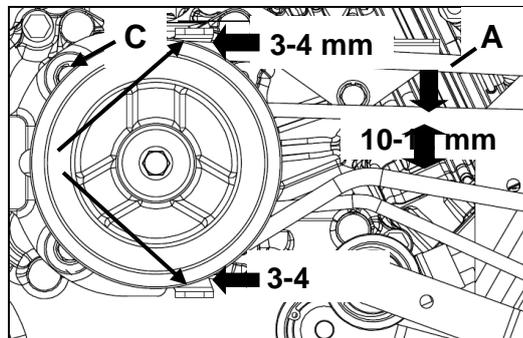

Figura 22
- Premere la cinghia con un dito sul punto (A, Figura 22); la cinghia deve spostarsi di 10-12 mm. Se la cinghia non si muove di conseguenza, regolare nuovamente il tensionamento.
- Controllare che i guidecinghia (B, Figura 22) si trovino a 3-4 mm dalla cinghia di serraggio.
- Se necessario, registrare i guidecinghia come segue : allentare il bullone (C, Figura 22), regolare i guidecinghia secondo necessità e serrare nuovamente il bullone.